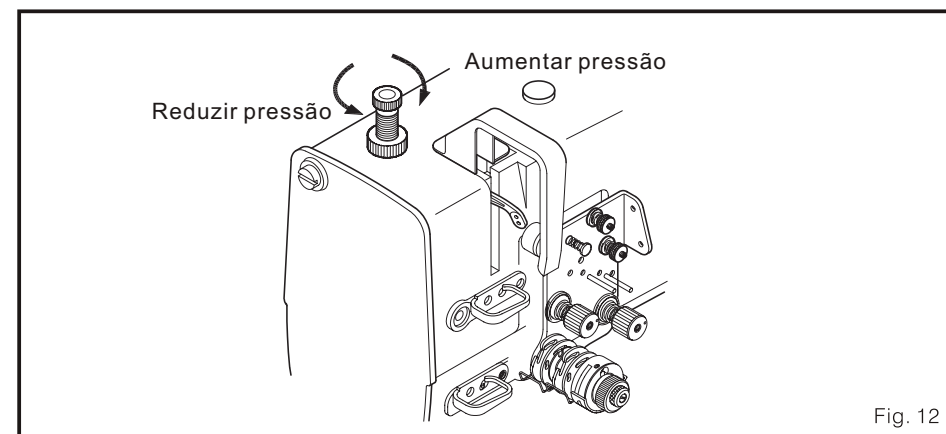

Fig. 12
- (3) Ajuste a pressão normal do pé apertapanos para: pano magro = 3kgf., Pano grosso = 5kgf. (Fig. 12)